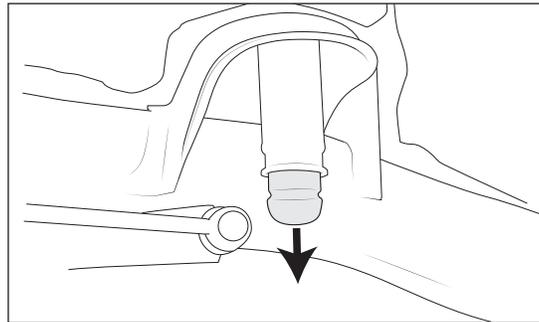

Abbildung 16
A. Entferne die Anschläge aus Kunststoff innerhalb der Federn. Diese sind einfach eingepresst. Zum Abnehmen bewege sie nach unten und zur Seite oder hebele sie vorsichtig aus (Abb. 16).